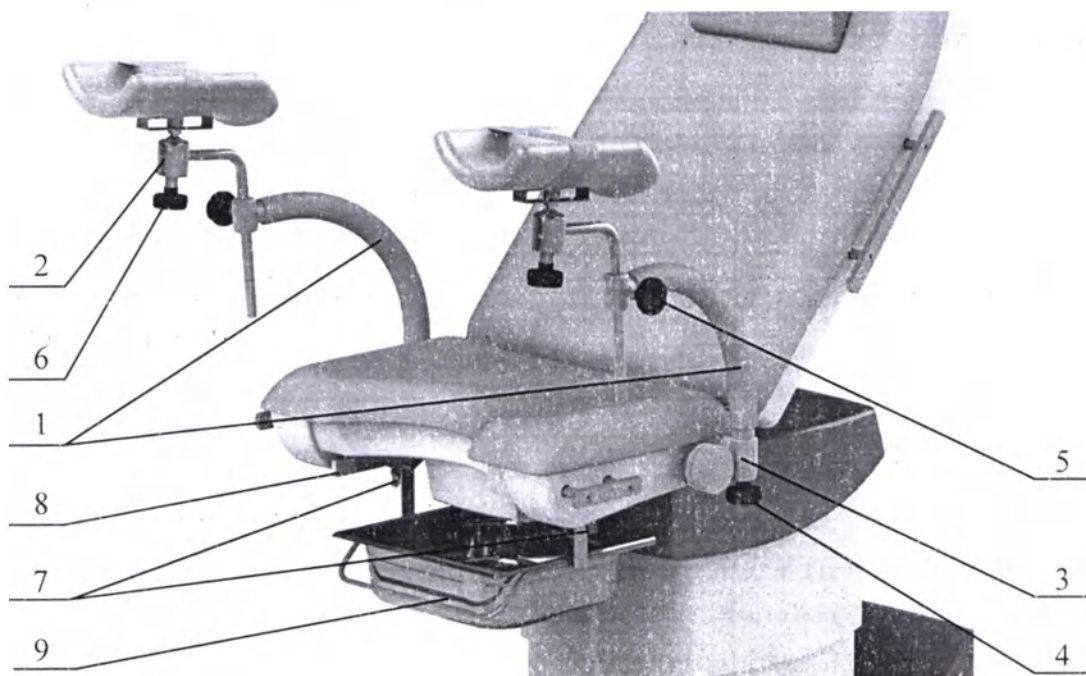

Рисунок 5. Регулировка приспособлений.
10.6 Упоры для рук с держателями для ног по Гепелю 1 расположены по бокам сиденья (Рисунок 5).